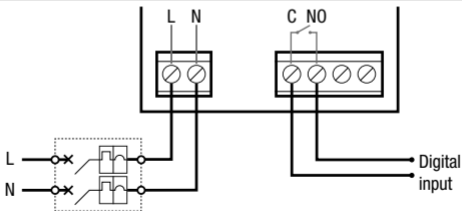

Fig. 1 : connexion à entrée numérique d'un dispositif électronique alimenté séparément
3. Selon l'application prévue, effectuez les branchements comme indiqué sur les schémas (fig. 1 ou 2) et selon les indications du constructeur de l'appareil à commander